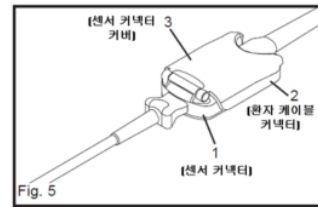

Fig. 5
- (1) Fig. 5를 참조하여 환자 케이블 커넥터의 측면을 잡고 환자 케이블 커넥터에서 센서 커넥터 커버를 들어 올린다.
- (2) 환자 케이블로부터 센서 커넥터를 분리한다.
- (2) 센서 커넥터를 환자 케이블 커넥터에 완전히 삽입한 후 센서 커넥터 커버로 환자 케이블 커넥터를 덮고 Fig. 5에 표시된 것처럼 제자리에 고정한다.